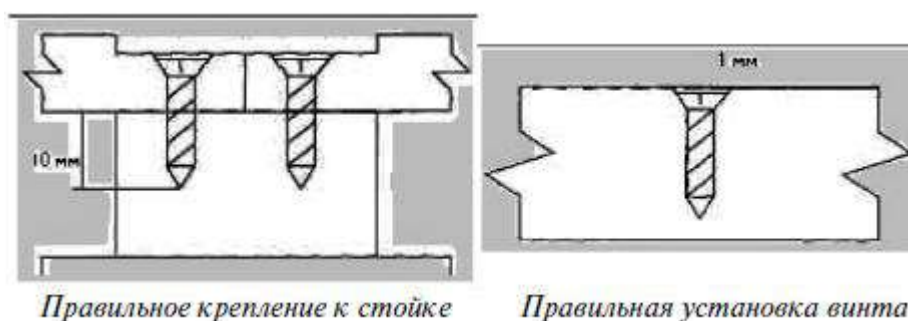

Рис. 4. Крепление стекломагниевоы листов винтами-саморезами
15. Крепёжные винты должны входить в стекломагниевоый лист под прямым углом и проникать в полку профиля на глубину не менее 10 мм и в деревянный брус не менее 20 мм. Головки винтов должны быть утоплены в поверхность стекломагниевоы листа на глубину около 1 мм с обязательным последующим шпаклеванием (рис. 4).